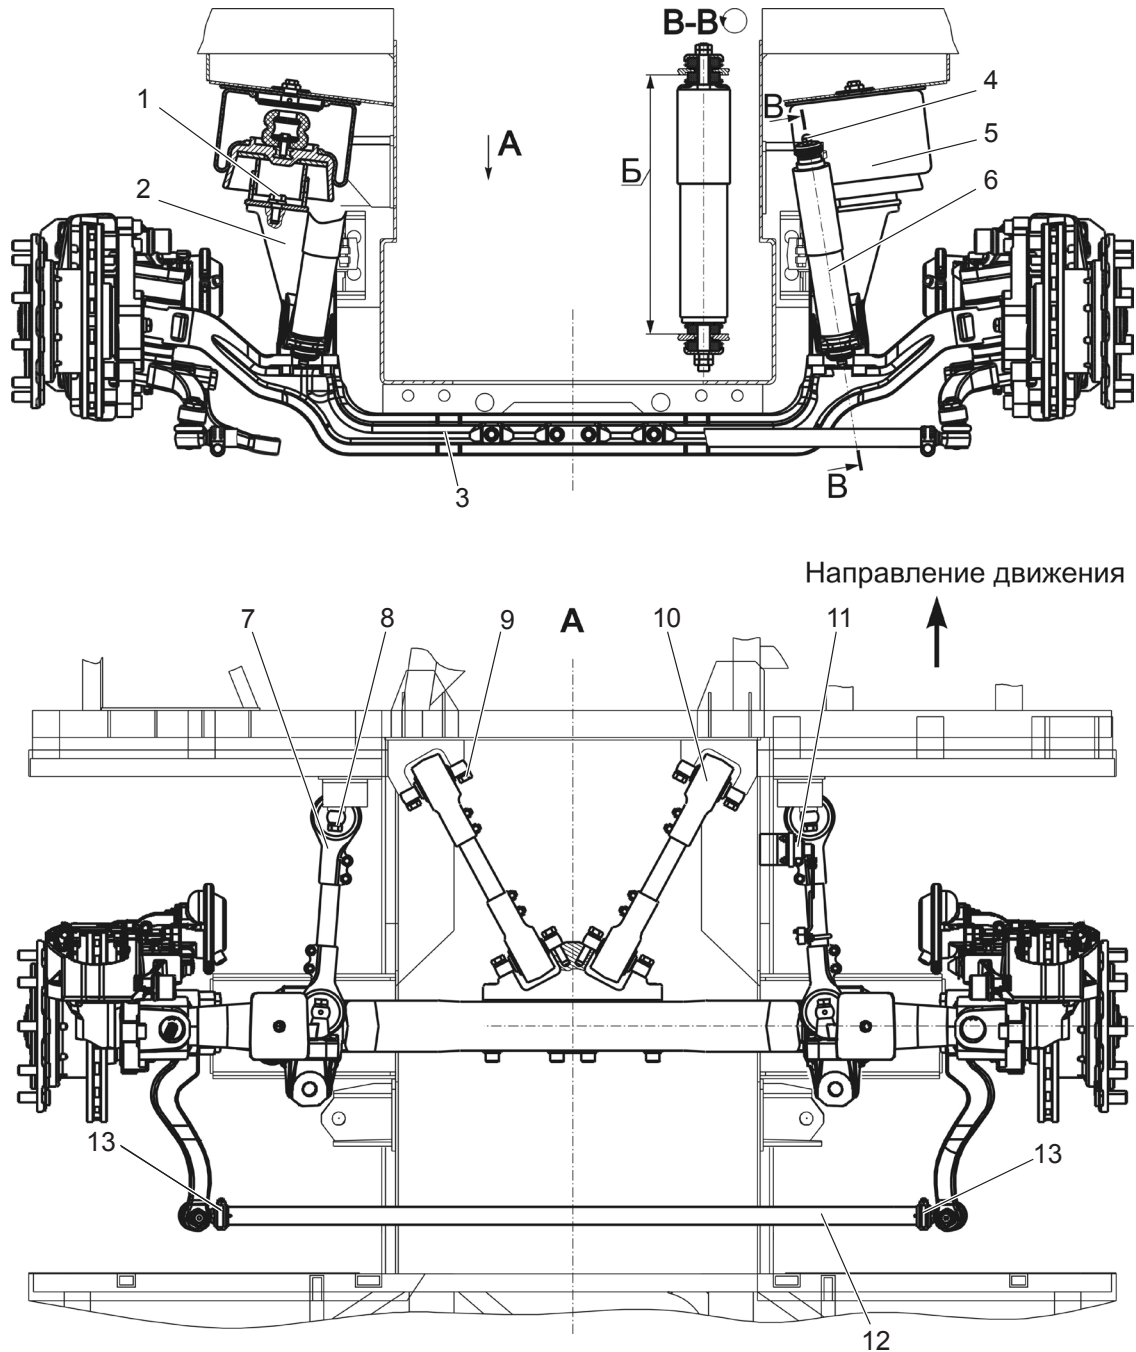

Рисунок 4.6.2 – Передняя подвеска
Передняя ось состоит из двух рычагов подвески 1 (см. рис. 4.6.2а) и закрепленных на них через шкворень колесно-ступичных узлов. Вторые концы рычагов подвески крепятся через палец и резиновые втулки к основанию подвески, приваренному к каркасу автобуса.
Подвеска передней оси состоит из опор 2 (рис. 4.6.2), системы реактивных штанг, двух
– момент затяжки болтов 8, 9 (рис. 4.6.2) крепления головок реактивных штанг к каркасу автобуса и к балке передней оси - 360...440 Н·м;
Регулировка схождения колес осуществляется изменением длины тяги 12 (рис. 4.6.2) путем ее вращения при ослабленных гайках хомутов 13. После регулировки затянуть гайки хомутов 13 моментом 70...80 Н·м.
Подвеска передних колес состоит из левого и правого рычагов подвески 1 (рис. 4.6.2а), системы реактивных штанг, двух амортизаторов 5 и двух пневмобаллонов 6.
Рисунок 4.6.2а – Подвеска колес передней оси
Для гашения колебаний, возникающих при движении автобуса по неровностям дороги, в подвеске установлены два разборных гидравлических амортизатора 5 (рис. 4.6.2а) двустороннего действия телескопического типа. Корпус амортизатора закреплен через резиновые подушки на кронштейне рычага подвески 1, а шток амортизатора – на кронштейне каркаса автобуса.
- крепление рычагов подвески 1 (рис. 4.6.2а) к основанию передней подвески 8. Момент затяжки гаек 10 – 490...588 Н·м до совмещения любых двух отверстий в гайке с резьбовыми отверстиями в основании подвески. Совмещение отверстий производить только заворачиванием гайки. После затягивания гайка стопорится винтами 17 (момент затяжки – 220...280 Н·м);
- крепление головок реактивных штанг к пальцам рычагов подвески 5 (рис. 4.6.2.2) Момент затяжки болтов 8 – 120...160 Н·м;